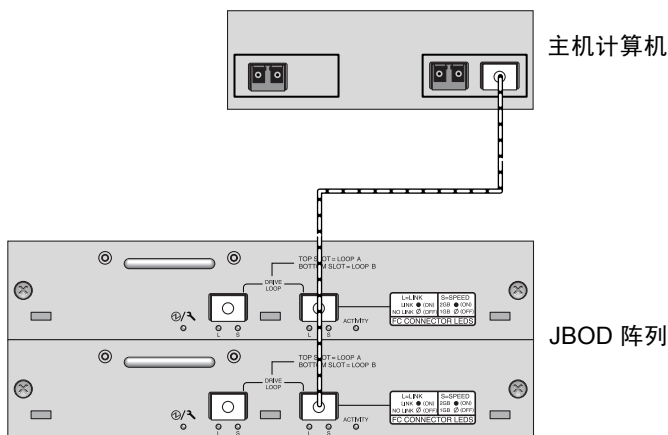

图 B-2 挂接到单个 HBA 端口的 Sun StorEdge 3510 FC JBOD 阵列
- 检查后面板。Sun StorEdge 3510 FC JBOD 阵列的后面板如图 B-2 中所示。
可以将 Sun StorEdge 3510 FC JBOD 阵列连接到 FC 端口、单端口 HBA 的端口，或者双端口 HBA 的单端口上。图 B-2 的示例显示了带有 12 个驱动器的 Sun StorEdge 3510 FC JBOD 阵列，它通过单环路再到单个 FC 端口连接到主机计算机。此例中，该端口是双端口 HBA 的两个端口之一。
使用光缆将 Sun StorEdge 3510 FC JBOD 阵列连接到主机计算机上的一个或两个 HBA 端口，如图 B-2 和图 B-3 所示。